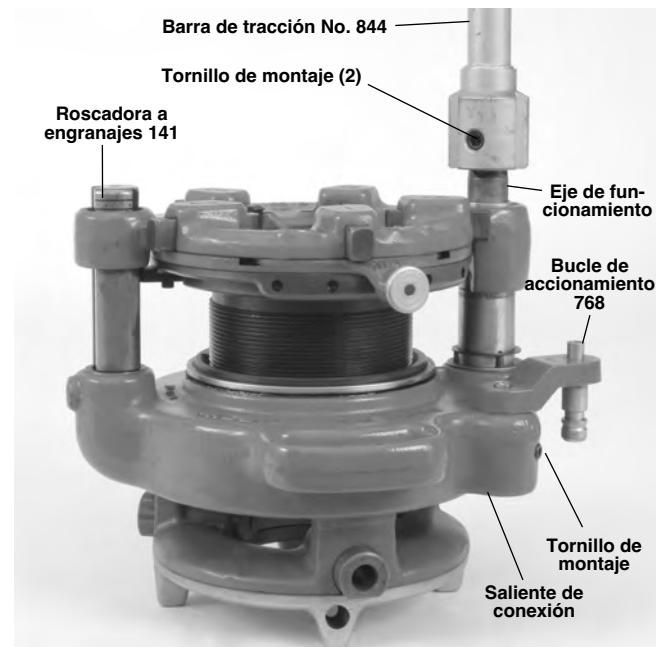

Figura 15 – Barra de tracción 844 y bucle de accionamiento 768, instalados
- Estando el eje de funcionamiento de la roscadora a engranajes levantado, conecte la barra de tracción 844 y ajuste bien los dos tornillos de montaje para trabar el acoplamiento (*vea la Figura 15*). Si está usando la máquina 535A, no conecte la barra de tracción en este momento.
1. Afloje el tornillo de montaje en el saliente de conexión de la roscadora a engranajes. Instale el bucle 768 en el saliente y apriete el tornillo de montaje para trabar la conexión (*Figura 15*). No apriete excesivamente – el bucle debe rotar libremente.